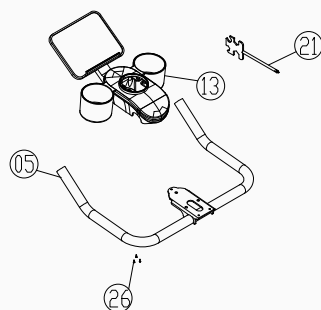

Figura 4
4. Encaixe as placas de cobertura superior e inferior (Parte 13) no Conjunto do Suporte do Visor (Parte 05). Fixe as placas de cobertura ao Conjunto do Suporte do Visor utilizando três parafusos auto-roscantes de cabeça cruzada M4×15 (Parte 26), instalados de baixo para cima, e depois aperte os parafusos com a chave de fendas Phillips (Parte 23), de acordo com a Figura 4.